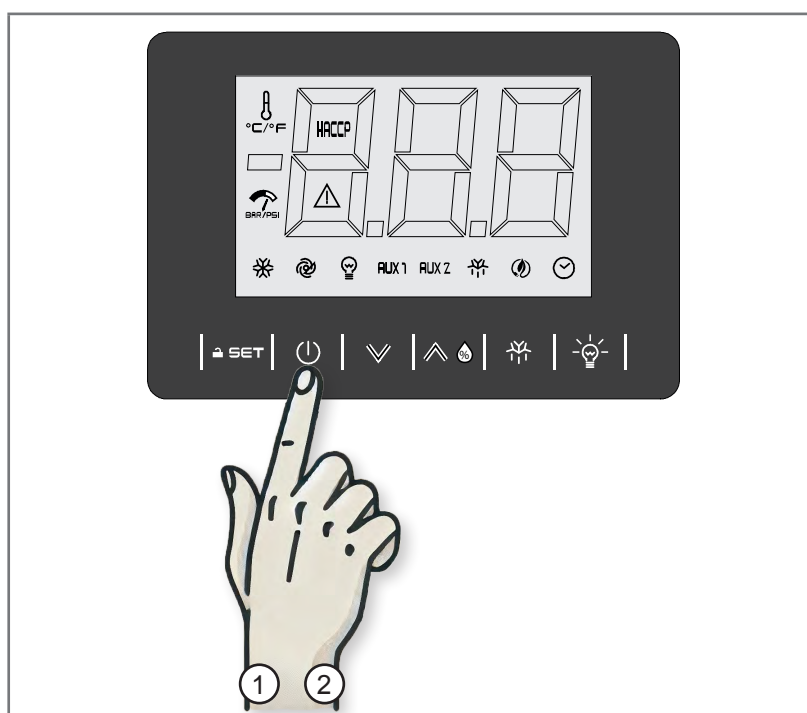

Fig 5.2 - Mise en marche et arrêt
1. Appuyer sur la touche ON/STAND-BY pendant 2 secondes (1 - Fig. 5.2).
2. Appuyer sur la touche ON/STAND-BY pendant 2 secondes (2 - Fig. 5.2).